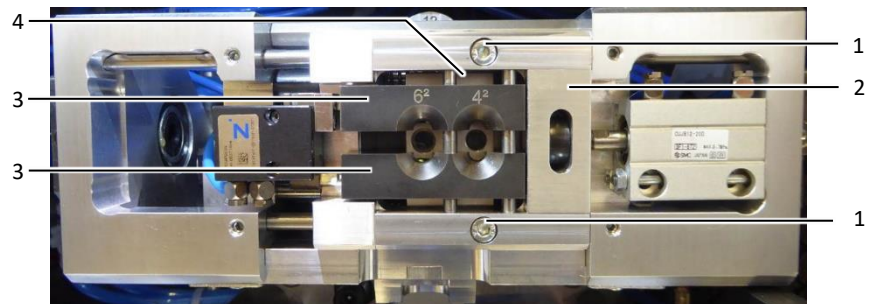
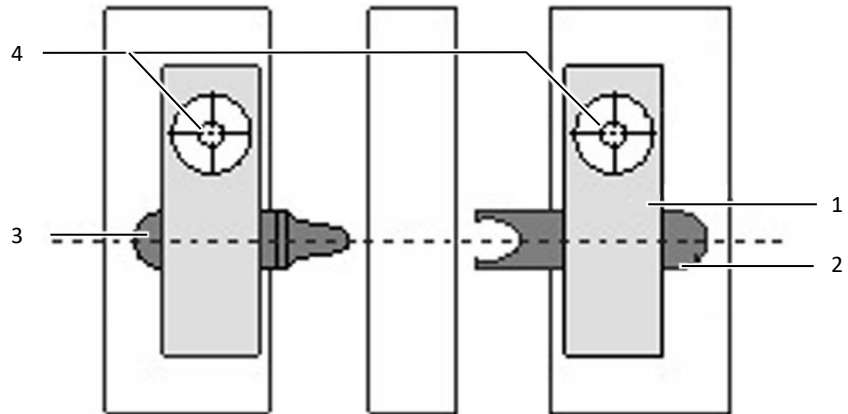

Imagen 6: Mordaza centradora de manguitos
Imagen 9: Herramienta de engastado
- Desatornillar los tornillos de fijación (imagen 6, pos. 1).
- Extraer las mordazas centradoras de manguitos (imagen 6, pos. 3).
- Desatornillar los dos tornillos de fijación (imagen 9, pos. 4) de las dos placas soporte (imagen 9, pos. 1). Para ello, movel el carro (imagen 6, pos. 2) hacia la derecha o la izquierda.
- Extraer el punzón y la matriz (imagen 9, pos. 2 y 3).